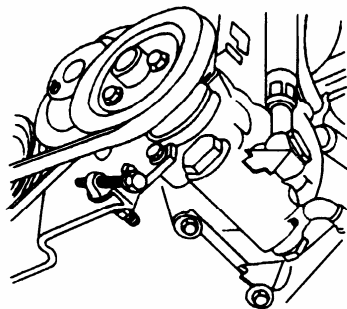

图 12-35 拆下排放螺栓
①支撑起车辆。
②拆下转向油泵上回油管和进油管的排放螺栓，排放液压油，如图 12-35 所示。